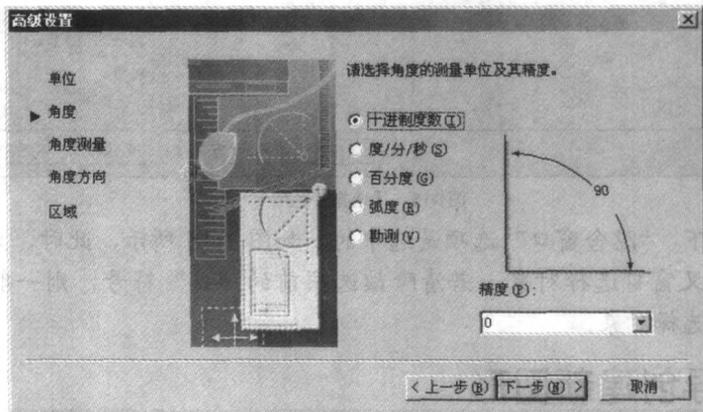

图1-18 设置角度单位和精度
3. 单击 **下一步(N) >** 按钮，弹出如图 1-18 所示的对话框，在此对话框中设置角度的单位和测量精度。